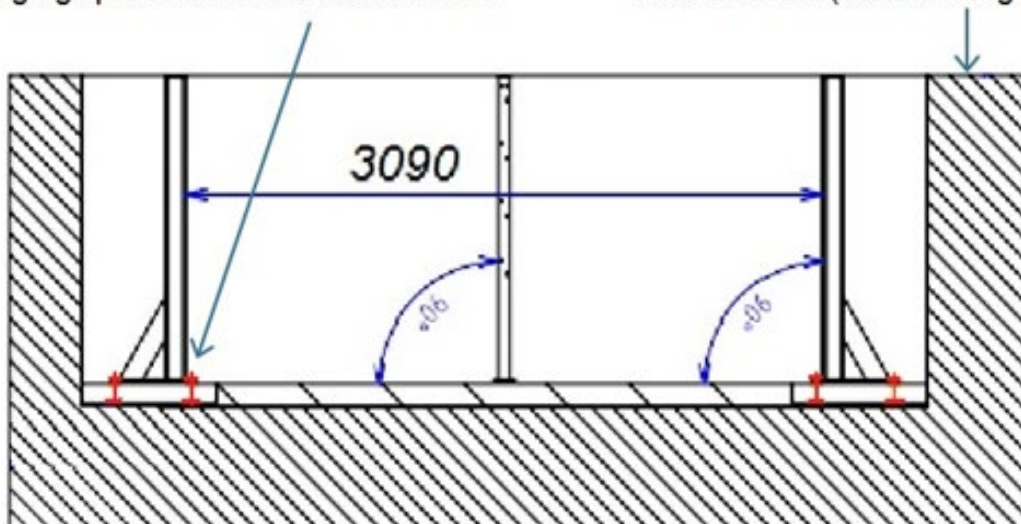

Figure 4 – Positionnement des jambes de force et des liaisons hautes et basses
Installez les jambes de force dans chacun de 8 emplacements, après les avoir pré-équipés de vérins (Figure 3 et Figure 4). Utilisez 8 vérins doubles et 12 vérins simples ainsi que 56 écrous de diamètre 10 mm (sachet A), les écrous du dessus étant à monter après réglage de la hauteur des écrous du dessous.
- ⚠ Vérifier que l'ensemble des cotes de la *Figure 4* sont respectées avant de passer à l'étape suivante.